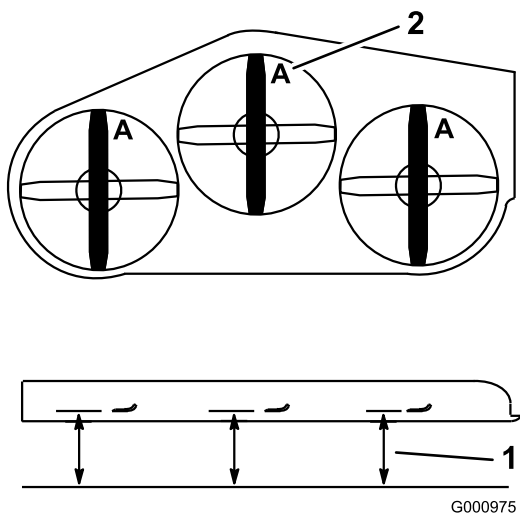

Figura 78
- Mida desde una superficie nivelada hasta el filo de corte, posición A, de las cuchillas (Figura 78).